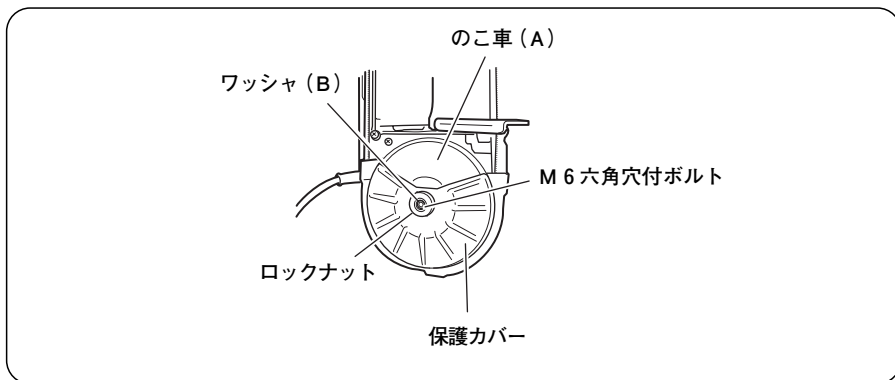
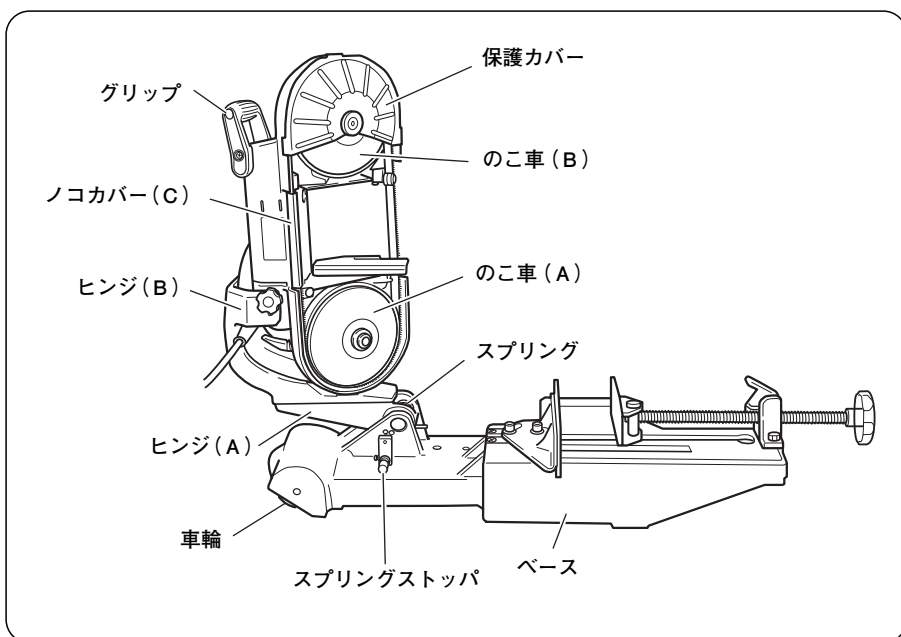

図 4
図 5
- (1) ロックナットをゆるめ、保護カバーをはずします。(図 4)
- (2) のこ車 (A) を止めている M6 六角穴付ボルトをゆるめ、ワッシャ (B) をはずします。(図 4)
- (3) のこ車 (B) を止めている M 6 六角穴付ボルトをゆるめます。
- (4) (2) ではずしたワッシャ (B) をのこ車 (B) 側に取り付け M 6 六角穴付ボルトを締付けます。
- (5) のこ車 (B) 側に保護カバーを取付け、ロックナットで締付けます。
- (6) 図 5 の状態になるよう定置式スタンドに取り付けます。